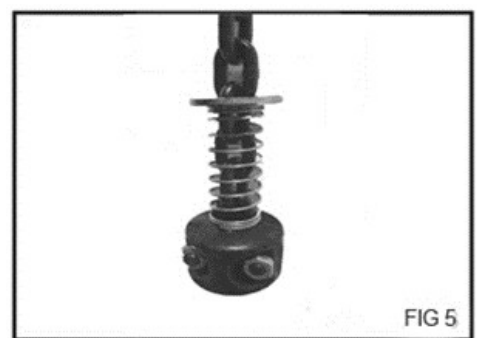

FIG. 5 — Butée à bille de chaîne
- 5) Retirez la butée à bille de l'ancienne chaîne (FIG. 5) et placez-la sur la chaîne neuve en réutilisant la goupille de chaîne.